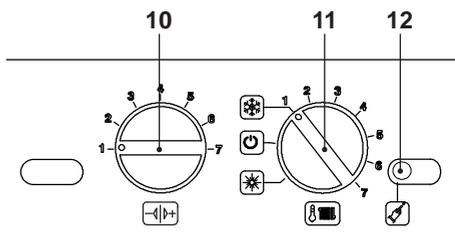
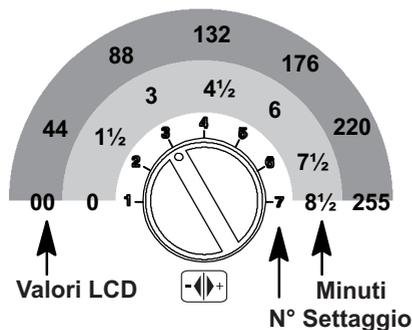

Figura 5.92
Figura 5.96
- Posizionare le manopole 10 e 11 come indicato in Figura 5.92.
- Per settare il tempo di frequenza di riaccensione bisogna entrare in programmazione premendo per 15 secondi il pulsante di ripristino 12, in Figura 5.92 fino alla comparsa del parametro **P01** sul display LCD; sul display LCD compare la seguente visualizzazione (la sequenza **P01** si alterna --- --).
- Premere il pulsante di ripristino 12 in Figura 5.92 per lo scorrimento dei vari parametri sino al raggiungimento del parametro **P10** valido per il settaggio della frequenza di riaccensione; sul display LCD compare la seguente visualizzazione (la sequenza **P10** si alterna a **88**).
- Per cambiare il settaggio ruotare la manopola regolazione temperatura sanitari 10 in Figura 5.92 e posizionarla sul tempo prescelto Figura 5.96 (nella figura esempio manopola settata per frequenza di riaccensione di tre minuti).
Il passo del settaggio della manopola 10 Figura 5.96 corrisponde a un valore letto sul display LCD di circa **44** (90 secondi) e que-